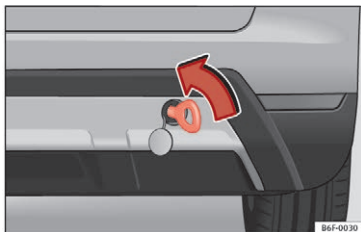

Fig. 108 Højre side af den bageste stødfanger: slæbeøje, der er skruet i
- Skru slæbeøjlet helt ind i gevindet »» **Fig. 108,** og spænd det fast med hjuløglen.